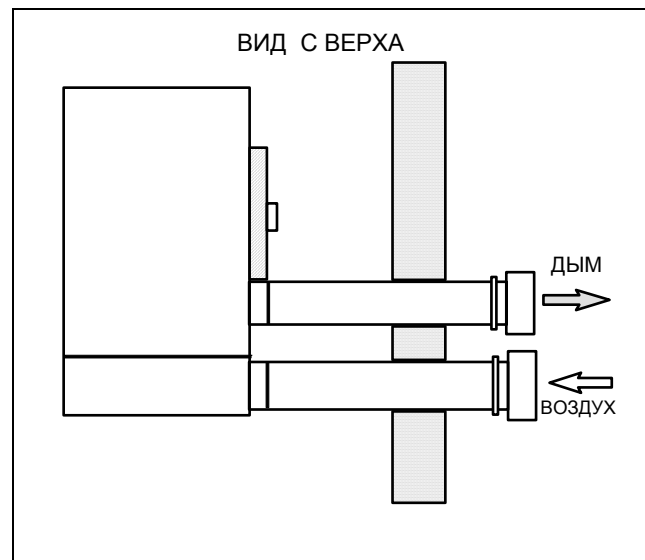
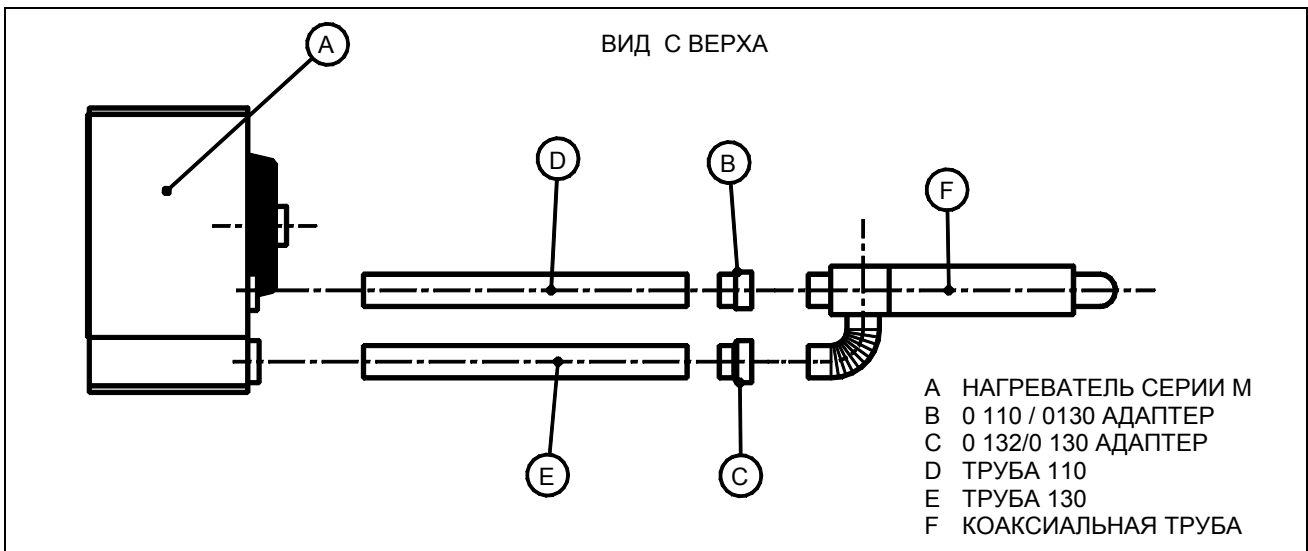

РИС. 5 – ТИП УСТАНОВКИ С12 С РАЗДЕЛЬНЫМИ КАНАЛАМИ
РИС. 6 – ТИП УСТАНОВКИ С12 С диам. 130 С КООКСИАЛЬНОЙ ТРУБОЙ
- **тип установки С12** : дымоход и впуск воздуха для горения происходит посредством или коаксиальных или отдельных горизонтальных трубопроводов, гарантируя, что устройство является полностью герметичным относительно помещения, в котором он установлен. Некоторые примеры даются на РИС. 5 и РИС. 6.